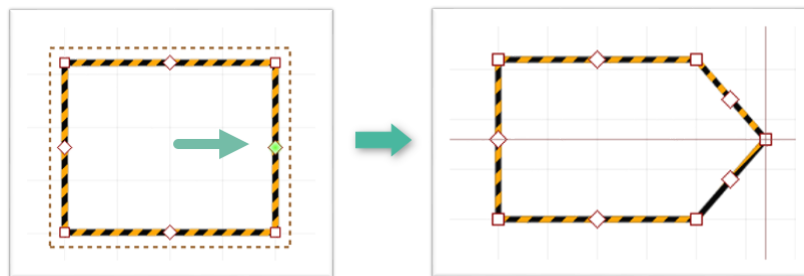

Рис. 282 Создание новой вершины и точек редактирования
1. Перемещение средней точки редактирования в сочетании с клавишей «Ctrl» создает новую вершину и точки редактирования, Рис. 282.